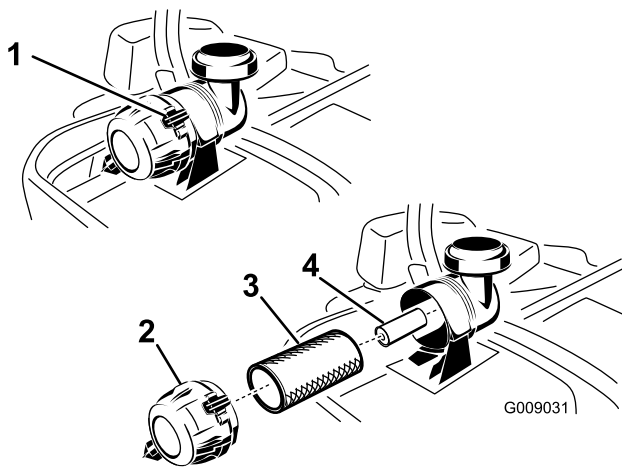

Figure 44
3. Appuyez sur les attaches du filtre à air pour les ouvrir et détachez le couvercle du corps du filtre à air (Figure 44).
5. Sortez l'élément principal du corps du filtre avec précaution (Figure 44). Évitez de cogner l'élément à l'intérieur du corps.
1. Ne nettoyez pas l'élément en papier, remplacez-le (Figure 44).
2. Si vous remplacez l'élément secondaire, insérez-le avec précaution dans le corps du filtre (Figure 44).
3. Placez ensuite l'élément principal sur l'élément secondaire avec le même soin (Figure 44). Assurez-vous qu'il est bien engagé en appuyant sur le rebord extérieur.
4. Montez le couvercle, reniflard en bas, et tournez-le pour que les attaches verrouillent le couvercle en place (Figure 44).